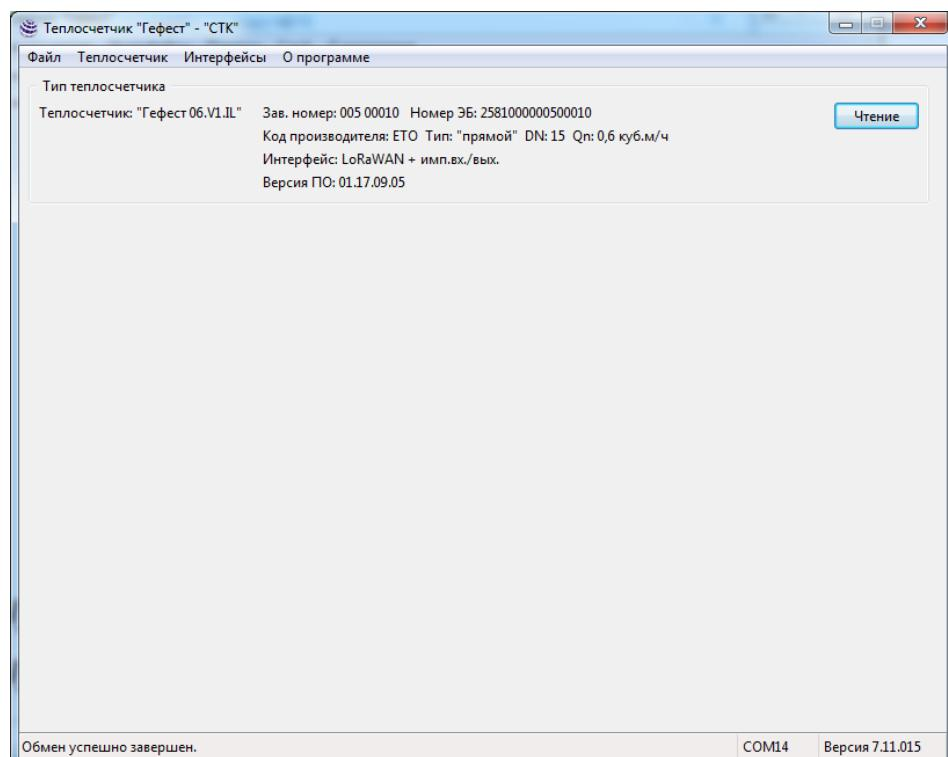

Рисунок 9. Основное окно программы Gefest_Service.exe
6.3.1. После подключения к счетчику тепла и нажатию кнопки «Чтение» в основном окне программы (рисунок 9), на панели «Тип теплосчетчика» выводится его тип, заводской номер, тип интерфейса, версия встроенного ПО счетчика и ряд других параметров.